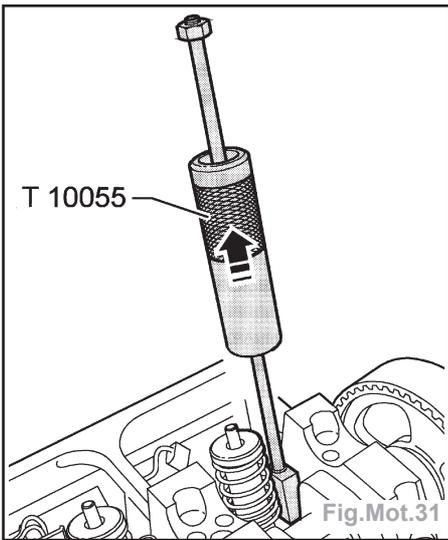

Fig.Mot.31
- Installer le dispositif d'extraction T10055 à la place du bloc de serrage dans la fente de la pompe-injecteur (Fig.Mot.31).